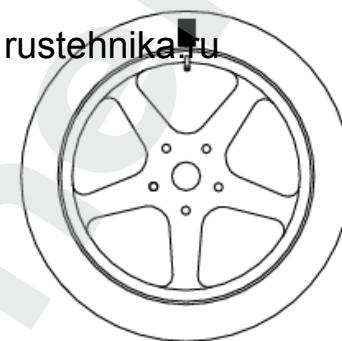

Рис. 5.4 - Маркировка положения клапана нашине
3. Установите клапан (ниппель) в положение 12 часов, отметьте положение клапана на шине мелом (см. рисунок 5.4);